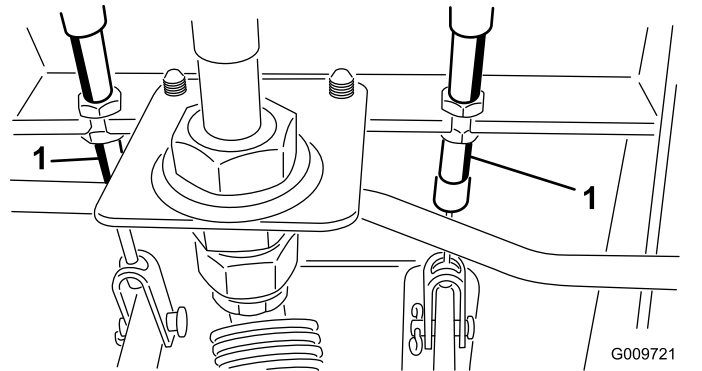

Figure 99
- A. Desserrez l'écrou avant sur l'extrémité fileté du câble de frein (Figure 99).